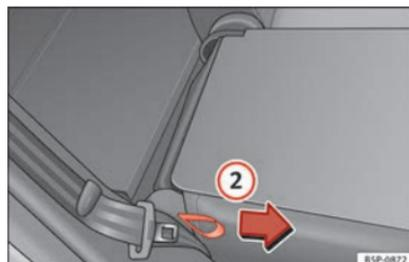

Fig. 82 Sollevare lo schienale dei sedili posteriori.
- Tirare in direzione della freccia la maniglia flessibile che si trova su un lato del sedile » **fig. 82** ② e sollevare lo schienale finché si incastra.